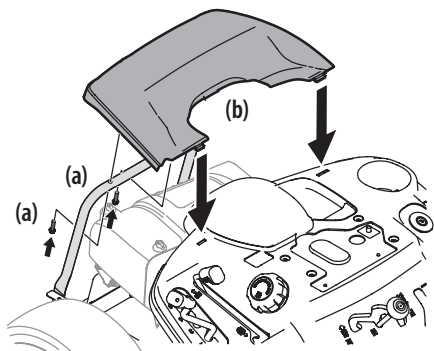

Figura 13
1. Extraiga los dos tornillos hexagonales instalados en fábrica (a) que están ubicados en la tapa trasera del motor (b). Guarde los tornillos hexagonales (a) para uso posterior. Consulte la Figura 13.
2. Coloque la tapa trasera del motor (b) ubicándola en su lugar como se indica en la Figura 13. Incline la tapa trasera del motor (b) hacia adelante para que calce dentro de las ranuras provistas, luego rótele hacia atrás para alinear los orificios de montaje.